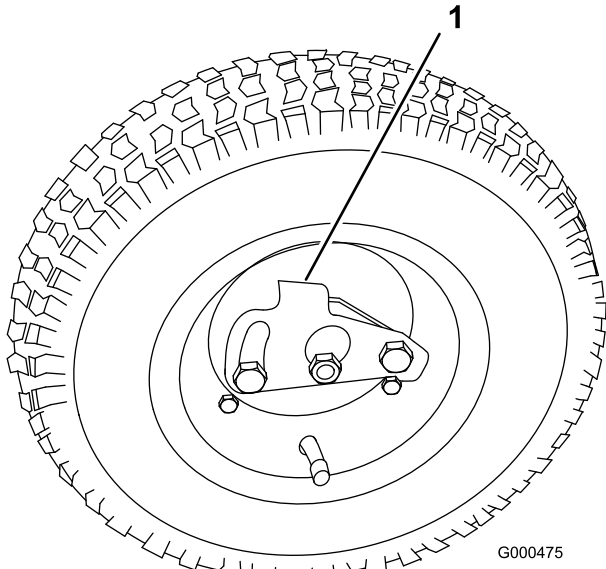

图10
2. 将行走轮锁定夹压向轮的中心然后将行走轮滑到六角轴上 图10。